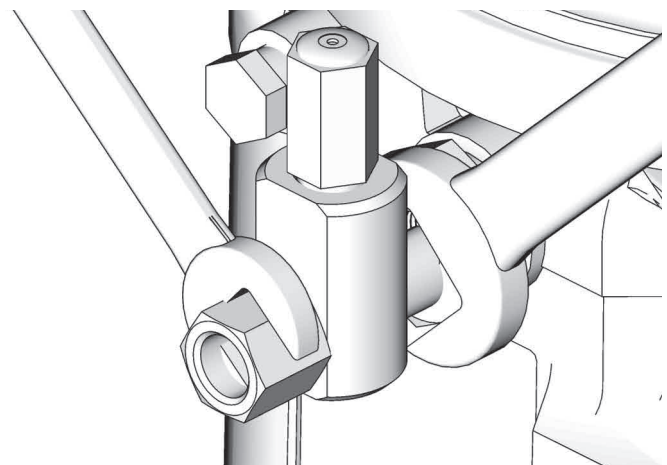

FIG. 11
1. Allentare il raccordo dell'elemento pompa (FIG. 11).
3. Stringere il raccordo dell'elemento pompa utilizzando due chiavi operanti in direzioni opposte (FIG. 11).